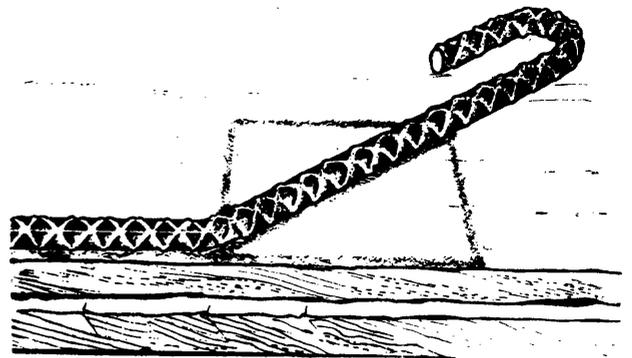

Fig. 5
- 5º paso *Retire la cabilla de los pernos y preséntela sobre el trazado para comprobar la abertura (fig. 5).*